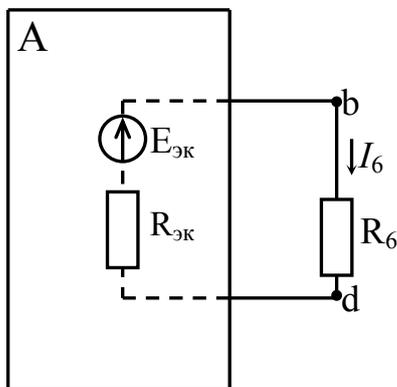
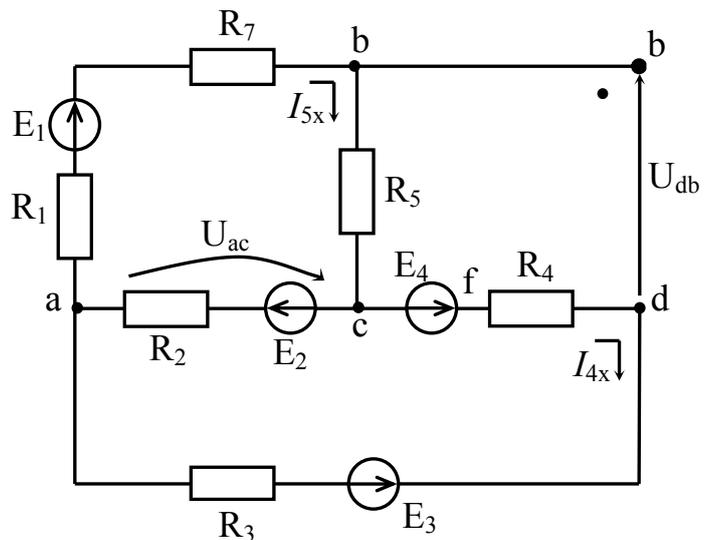
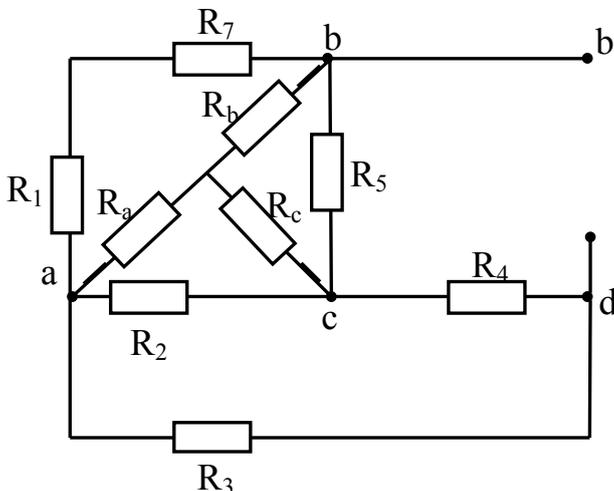

Рис. 3.3.
Рис. 3.4. Схема для определения $E_{эк}$
Рис. 3.5. Схема для определения $R_{\text{эк}}$
3.2.3. Определим ток в ветви bd (ток I_6) методом эквивалентного генератора. Для этого исходную схему на рис. 3.2 сводим к схеме, представленной на рис. 3.3, где в качестве активного двухполюсника А рассматривается исходная схема в режиме холостого хода, т.е. без ветви bd (рис. 3.4).
Из схемы на рис. 3.3 ток I_6 можно определить по закону Ома для замкнутой цепи:
ЭДС эквивалентного генератора $E_{\text{эк}}$ найдем как U_{db} на схеме на рис. 3.4, т.е. в режиме холостого хода исходной схемы на рис. 3.2. Для этого найдем токи I_{4x} , I_{5x} методом двух узлов для схемы на рис. 3.4:
Внутреннее сопротивление эквивалентного генератора $R_{\text{эк}}$ найдем как внутреннее сопротивление схемы на рис. 3.4. Для этого преобразуем треугольник сопротивлений $R_1R_2R_5R_7$ в звезду сопротивлений $R_aR_bR_c$, как это показано на рис. 3.5, после чего найдем $R_{\text{эк}}$: